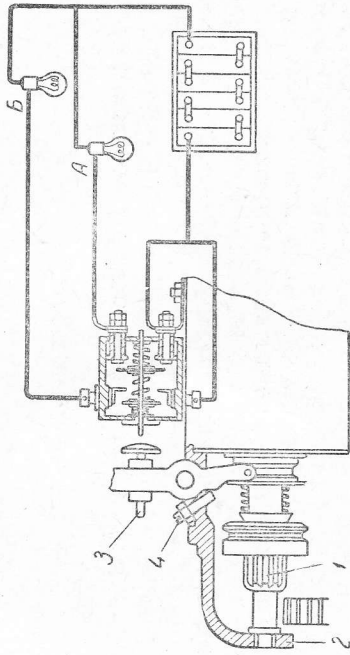

Рис. 88. Схема включения контрольных ламп для проверки момента замыкания контактов:
4. Отрегулировать замыкание контактов включателя и зацепление шестерни редуктора стартера (рис. 88):